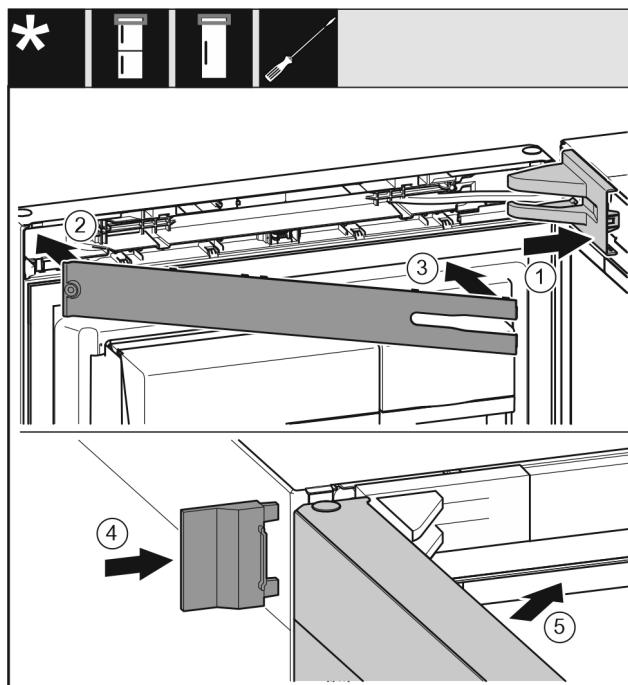

Fig. 25
- Поставете и фиксирайте капака на лагерната стойка, при нужда внимателно го натиснете настрани. Fig. 25 (1)
- Поставете капачката. Fig. 25 (2)
- Завъртете навътре капачката и я фиксирайте. Fig. 25 (3)
- Нахлузете външния капак. Fig. 25 (4)
- Затворете горната врата. Fig. 25 (5)